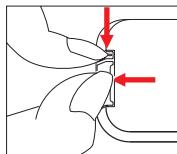

Рис. 1
- Откройте крышку отсека питания (см. рис. 1).
1. Не устанавливайте вытяжку в помещениях с большим количеством окон и дверей; это отрицательно влияет на эффективность работы из-за воздушной конвекции (Рис. 1).